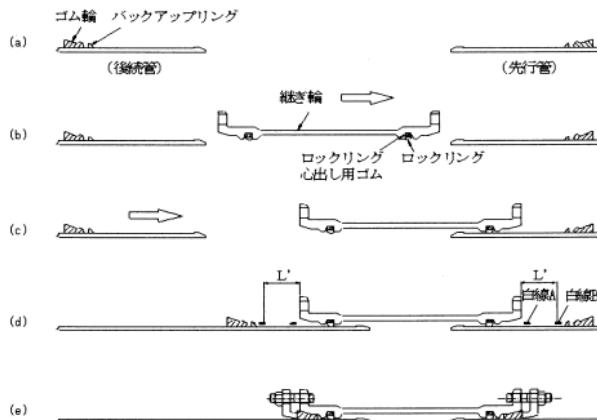

図49 継ぎ輪の施工手順(一方から順次配管していく場合)
先行管(先に布設した管)と後続管(先行管と接続する管)の挿し口にゴム輪およびバックアップリングを向きに注意してセットする。(図49(a))
4) ロックリングの拡大と同じ要領で、継ぎ輪の先行管側受口のロックリングを拡大し、ストッパをセットした後、継ぎ輪を先行管に預け、ストッパを引き抜く。(図49(c))
挿し口白線Bと受口端面の間隔を表6のL'にあわせて、継ぎ輪の位置を決める。(図49(d))。
押輪、ゴム輪、バックアップリング、T頭ボルトおよびナットを異形管（呼び径300～450）と同じ要領で取り付ける。標準締め付けトルクは表7に示す。（図49（e））